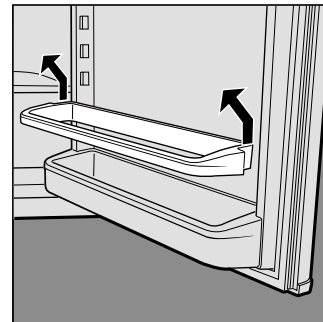

Fig. 2
- La ringhiera (particolare "D") è estraibile Fig. 2) e quindi posizionabile su qualsiasi balconcino secondo le vostre necessità.